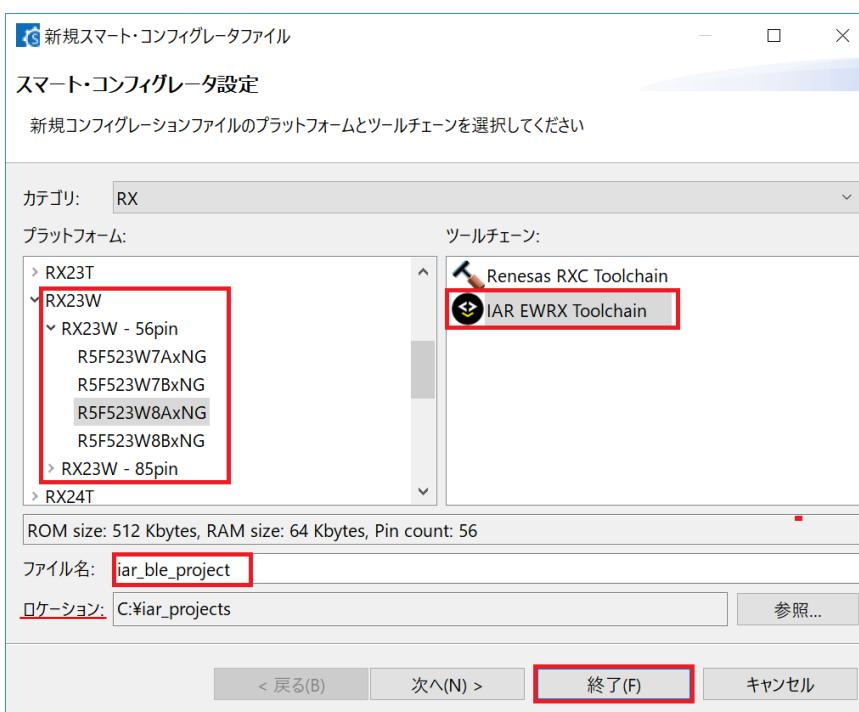

図 4.40 : RX Smart Configurator 単体版の新規プロジェクトの作成画面
- RX Smart Configurator 単体版プロジェクトのロケーション(図 4.40 参照)ディレクトリの